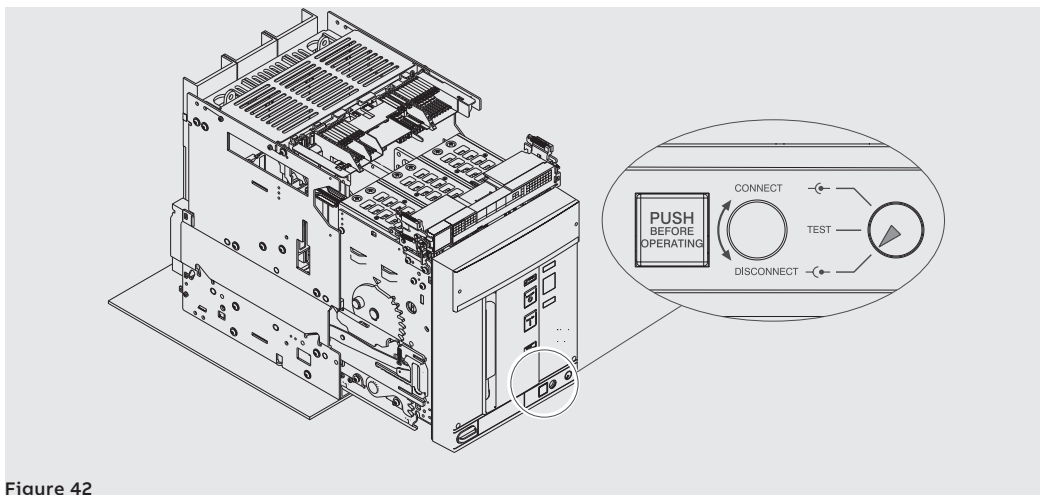

Figure 42
6. Vérifier que l'indicateur signale la position **DISCONNECT**. Voir Figure 42.